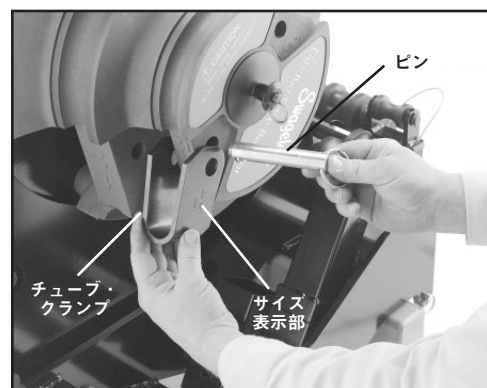

図 4
3. 適切なサイズのチューブ・クランプを選びます。サイズはクランプ面上に表示されています。バンド・シュー上に表示されているチューブ・サイズの位置を確認し、ピンを使用して、サイズ表示部が外側を向くように、チューブ・クランプを取り付けます。(図4)